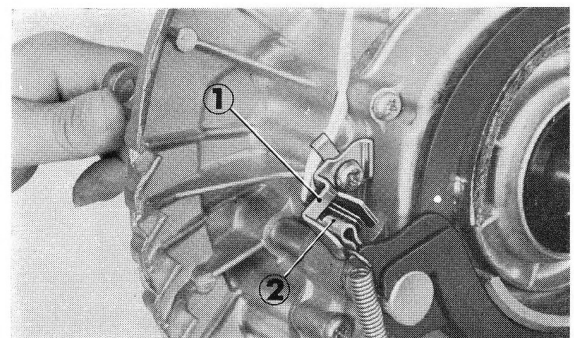

Figure 2-42 : ① contact stop
5. Assembler la came du frein arrière, les tenailles de frein, le ressort de contact stop, et le contact stop. Après l'assemblage, vérifier le fonctionnement du frein et du feu stop (figure 2-42).